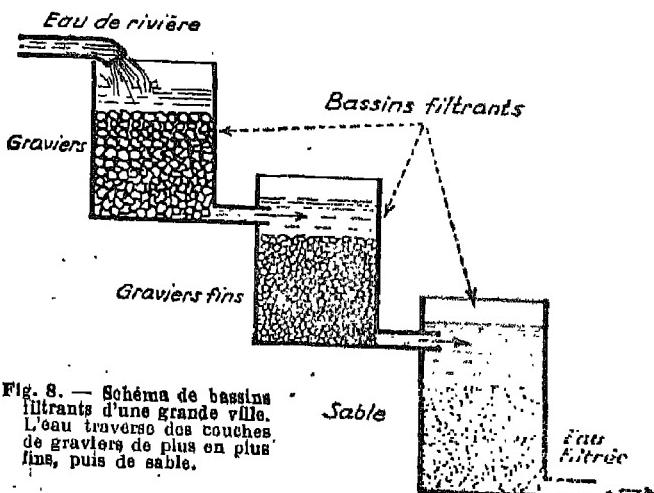

Fig. 8. — Schéma de bassins filtrants d'une grande ville.
a) Les bassins filtrants des grandes villes. — Pour alimenter les villes, il faut une énorme quantité d'eau. Elle est prise à un cours d'eau et conduite dans de vastes bassins. Elle en sort filtrée après avoir traversé des couches épaisses de graviers et de sables fins qui retiennent les microbes (fig. 8).